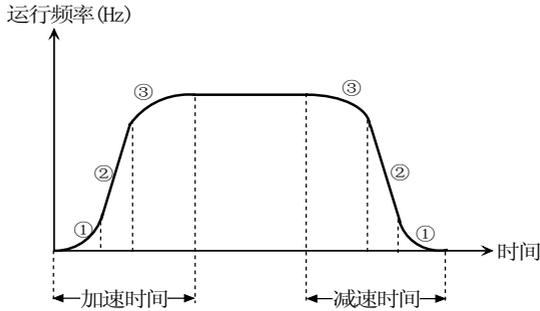

图 5-1-6 S 曲线加减速
- ◆ S 曲线起始段时间如图 5-1-6 中①所示, 这里输出频率变化的斜率从 0 逐渐递增。
- ◆ S 曲线上升段时间如图 5-1-6 中②所示, 这里输出频率变化的斜率恒定。
- ◆ S 曲线结束段时间如图 5-1-6 中③所示, 这里输出频率变化的斜率逐渐递减到 0。